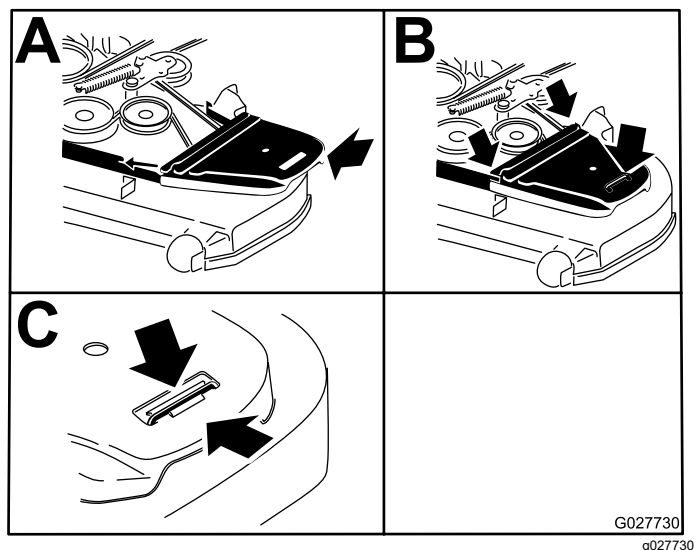

Figure 99
9. Tournez et vérifiez que la patte du guide-courroie vient frapper le moyeu de pivot (Figure 99).
12. Posez les protège-courroies (Figure 99).